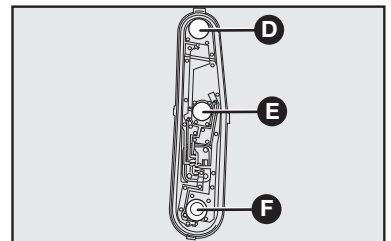

fig. 23
3) retirar a lâmpada **D** (seta), **E** (posição/freio), ou **F** (ré) - **fig. 23** empurrando-a levemente e girando-a no sentido anti-horário;